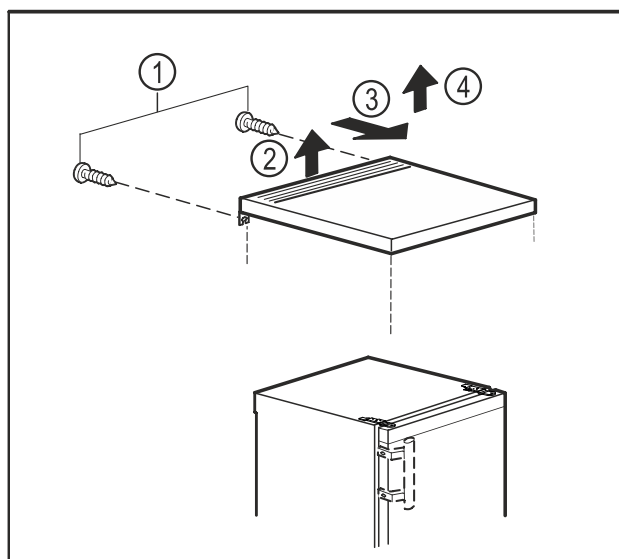

Fig. 9
- ▶ Schroeven aan de achterzijde verwijderen. Fig. 9 (1)
- ▶ Tafelblad aan de achterzijde optillen. Fig. 9 (2)
- ▶ Tafelblad omlaag schuiven. Fig. 9 (3)
- ▶ Tafelblad naar boven toe wegnemen. Fig. 9 (4)